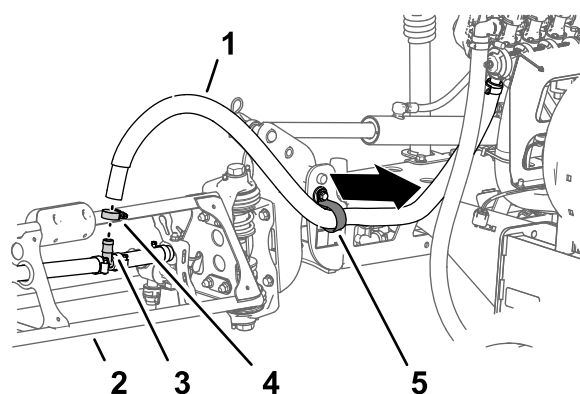

Figura 38
2. Retire la manguera del conector en T (Figura 38).
3. Retire el extremo libre de la manguera de la abrazadera en R (Figura 38).
1. En la sección de fumigación exterior, retire la abrazadera que sujeta la manguera de la sección de fumigación al acoplamiento en T dentado (Figura 38).